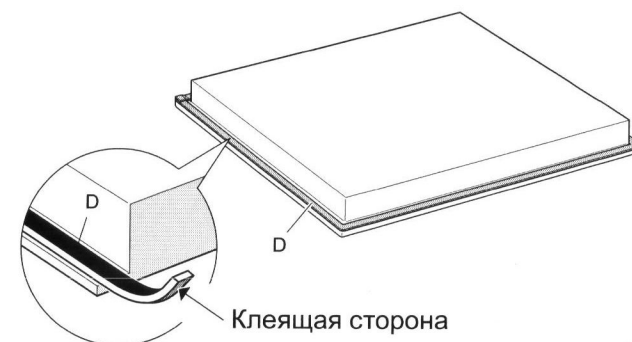

Рис. 1.6
- Расположите уплотнение «D» по краю варочной панели (рис. 1.6).